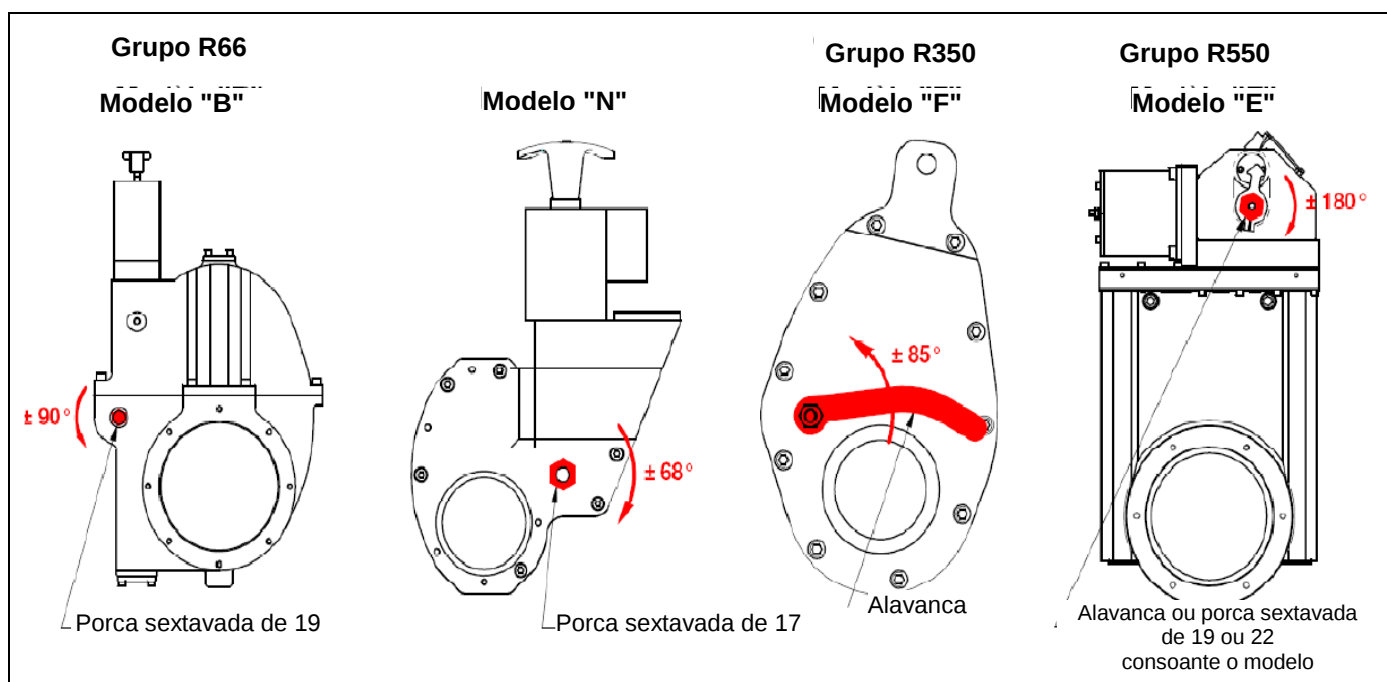

Figura71: Modelos de válvulas de corte
2. Rodar lenta mas firmemente no sentido indicado Figura71: Modelos de válvulas de corte até sentir o ponto de accionamento do bloqueio.